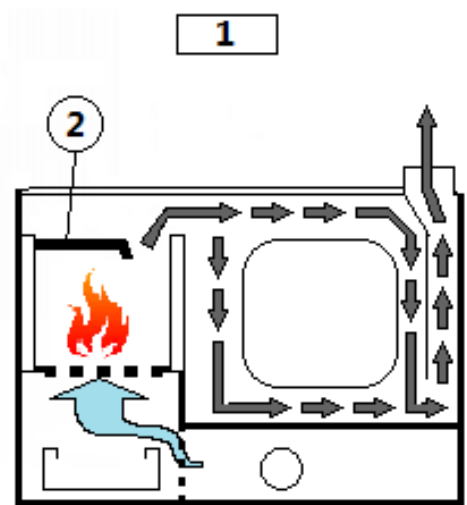

Fig. 32 - Aquecimento+cozedura forno alta temperatura
LEGENDA Fig. 32 pág. 30
- Verificar se o defletor interno está na posição como descrito (ver **Fig. 32 pág. 30**). Nesta posição, a deslocação dos fumos é reduzida na fornalha e é mais direcionada ao forno. É ligeiramente penalizada a permutação térmica da água do aquecimento e à placa superior de cozedura.